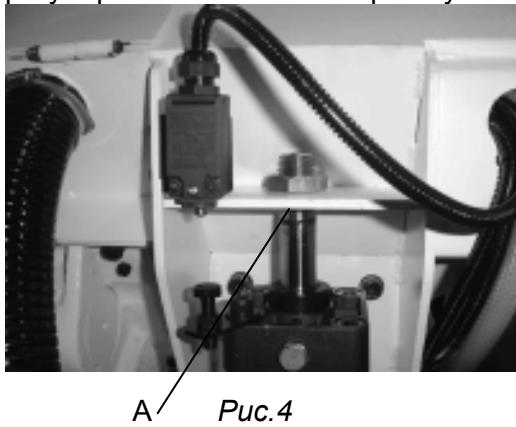

Рис.4
- При нажатии на кнопку (J) подвижная губка тисков сместится вправо (зажмет заготовку), при нажатии на кнопку (K), подвижная губка тисков сместится влево (разожмет заготовку).
- При нажатии на кнопку аварийного отключения (B) отключается питание электродвигателя и все перемещения механизмов станка.
- А=нажмите кнопку (J), тиски зажмут заготовку
- В=нажмите кнопку (H), ленточное полотно начнет двигаться и пильная рама опускаться, идет процесс отрезки
- С=пильная рама опускается до контакта с нижним концевым выключателем окончания отрезки и автоматически поднимается до касания с верхним регулируемым по высоте концевым выключателем и останавливается в этом положении. Если необходимо остановить подъем рамы, нажмите кнопку (E).
- Перед началом резания убедитесь, что: полотно движется в правильном направлении, не касается материала заготовки, скорость опускания пильной рамы соответствует условиям резания. При необходимости отрегулируйте скорость опускания рукояткой (F).
Нижнее положение пильной рамы, при котором заготовка отрезается полностью, зубья ленточного полотна не врезаются в поверхность стола, срабатывает концевой выключатель и пильная рама начинает подниматься, можно отрегулировать с помощью винта (A) Рис.4. После регулировки затяните контргайку.